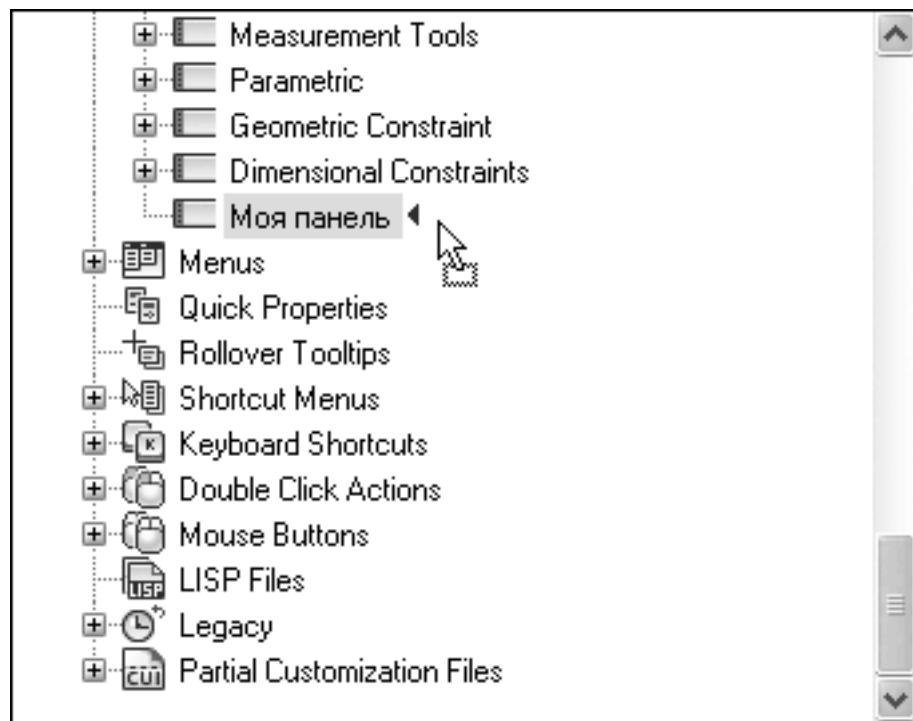

Рис. 1.27. Добавление команды на панель инструментов
3. Теперь следует добавить на панель команды. Для этого выберите необходимую команду в списке и с помощью мыши перетягните ее в область **Customizations in All Files** (Настройка всех файлов). Поместите указатель напротив созданной вами панели инструментов (рис. 1.27). Отпустите кнопку мыши – и команда будет добавлена на эту панель.